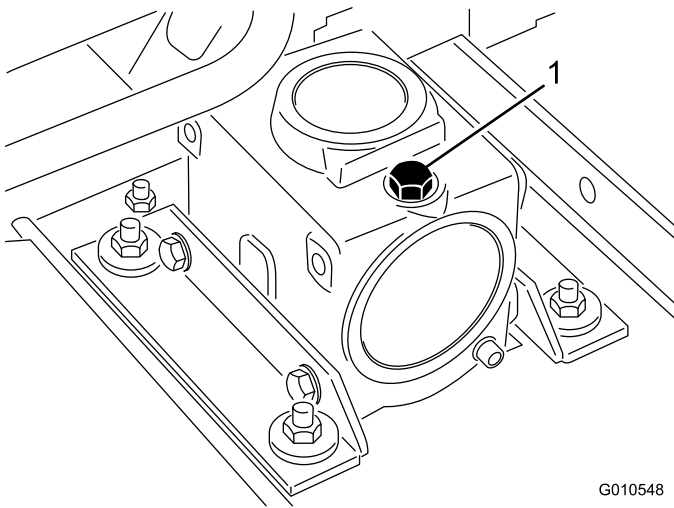

Bild 22
2. Stellen Sie die Zugmaschine und das Mähwerk auf eine ebene Fläche und senken Sie die Mähwerke ab. Nehmen Sie den Ölpeilstab bzw. die Ablassschraube oben am Getriebe ab (Bild 22) und stellen Sie sicher, dass der Schmiermittelstand zwischen den Marken am Peilstab liegt. Wenn der Schmiermittelstand niedrig ist, füllen Sie SAE 80-90wt. Schmiermittel ein, bis der Stand zwischen den Marken liegt. Das Getriebe fasst 283 ml